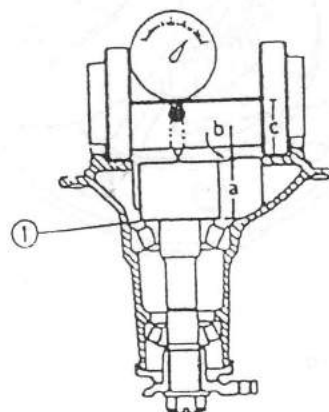

Fig. 16-21-4
- Refiriéndose a la Fig. 16-21-4, anótese que hay tres dimensiones: "a", "b" y "c".
Con el útil soporte de comparador colocado sobre el patrón (Fig. 16-21-4) el comparador puede moverse de su posición "0" para indicar un cierto valor que es el que corresponde a "b". Añada este valor a 94 mm (o sea "a" + "c") y del total, reste el valor marcado en el piñón de ataque. El resultado corresponde al espesor de suplemento necesario.
Los suplementos se ofrecen en 12 espesores seleccionables. Seleccione uno o dos suplementos indicados a continuación para obtener el espesor más próximo al valor obtenido anteriormente, e insértelo(s) en el espacio indicado como Fig. 16-21-4 (1).